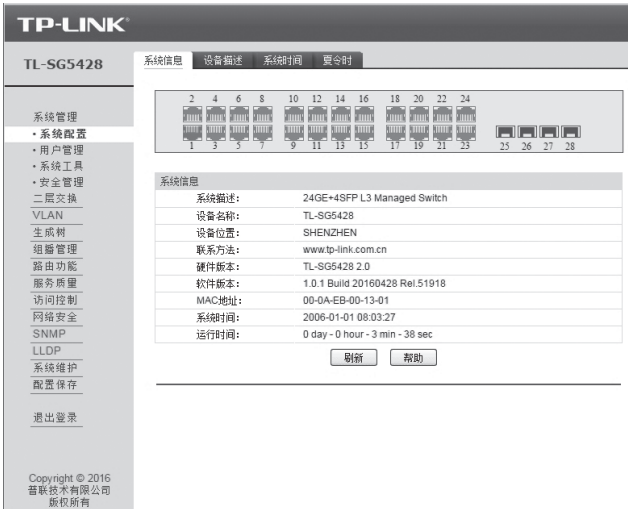

图4-2 交换机管理界面首页
- 4. 登录交换机管理界面首页，如图4-2所示。点击左上角本公司的商标，可以方便的访问本公司商用网络首页 (http://smb.tp-link.com.cn)；点击主页左侧的主菜单栏即可进行相应功能的配置。